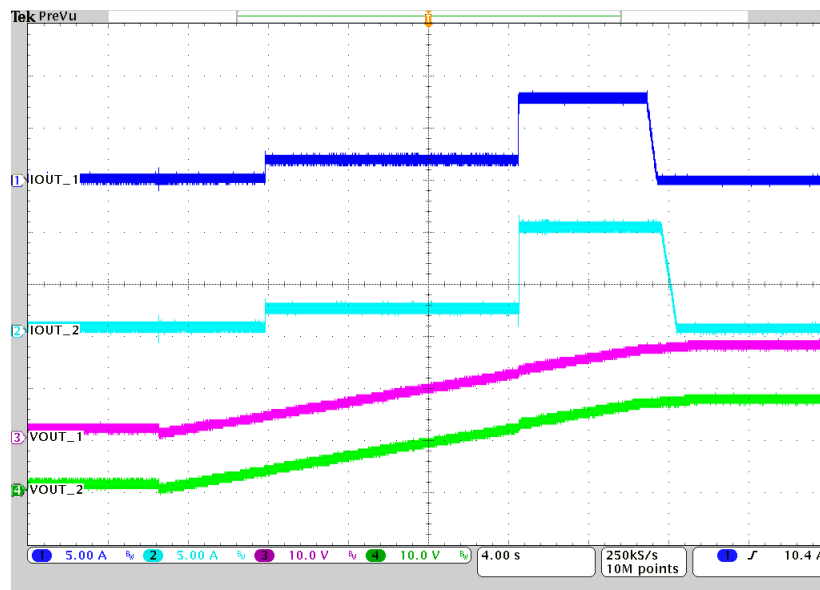

図 2-1. CC から CV への段階的な遷移
図 2-1 に、並列に接続された 2 つの BQ25756 デバイスの定電流 (CC) 動作から定電圧 (CV) 動作への遷移を示します。IOUT_1 と IOUT_2 は個別の充電電流を、VOUT_1 と VOUT_2 は各デバイスで観測されたバッテリー電圧測定値を示しています。バッテリー電圧が上昇すると、電圧調整スレッシュホールドの低いデバイスが最初に CV 調整に達し、充電電流の低減を開始します。2 番目のデバイスは CC 動作中に維持され、調整スレッシュホールドに達するまで、プログラムされた充電電流の供給を継続します。その後、2 番目のデバイスは CV 調整に移行し、充電電流が低減します。この段階的な遷移により、デバイスは両方の電圧調整ループが同時に出力を調整するのではなく、個別に CV 調整に移行できるため、2 つの電圧調整ループが互いに競合するのを防ぎます。